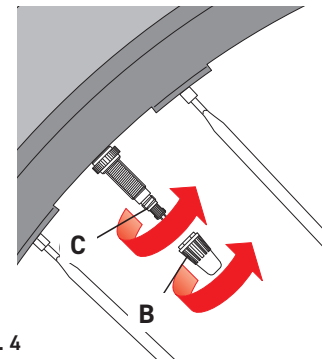

Fig. 4
- Chiudete a mano la corona della valvola (C - Fig. 4).
- Riposizionate il tappo copri-valvola (B - Fig. 4).